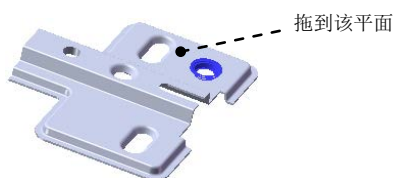

图 16.6.54 成形特征 6
Step10. 创建图 16.6.54 所示的成形特征 6。
(1) 单击任务窗格中的“设计库”按钮, 打开“设计库”对话框。
(2) 单击“设计库”对话框中的 ch16 节点, 在设计库下部的列表框中选择“hinge_shaped_tool_05”文件并拖动到图 16.6.54 所示的平面, 在弹出的“成形工具特征”对话框中单击 按钮。